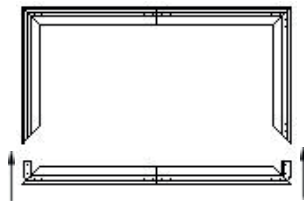

Bild 6
6. Skjut på den undre horisontella ramdelen (A) på de vertikala ramdelarna (B) (bild 6).